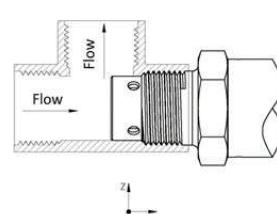

图 4. 安装方式(3)
- 电极端位于管道侧面，更大程度上避免了空气聚集，不易受污染物沉积影响，确保了测量的准确性，图 4。